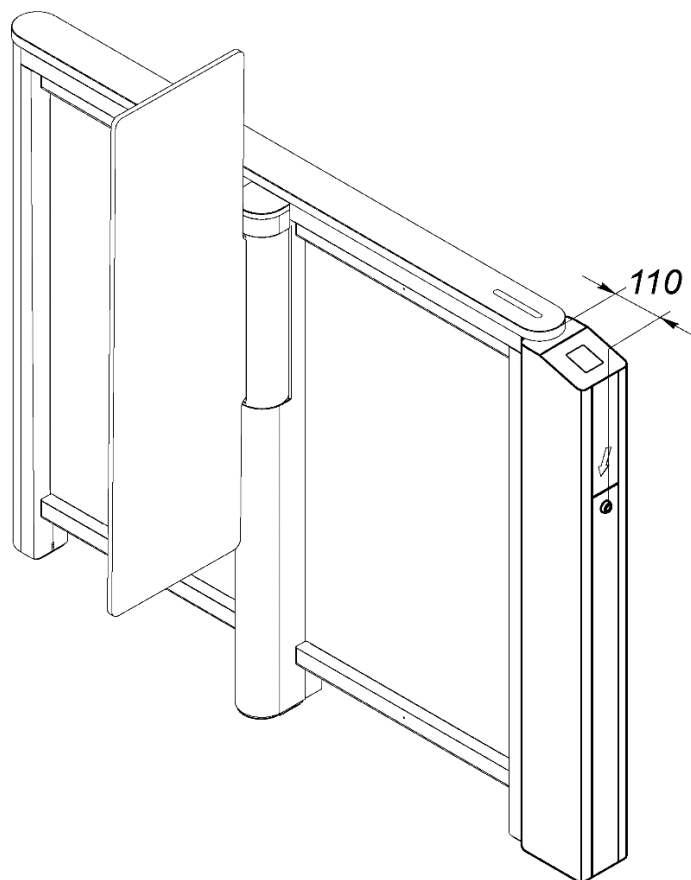
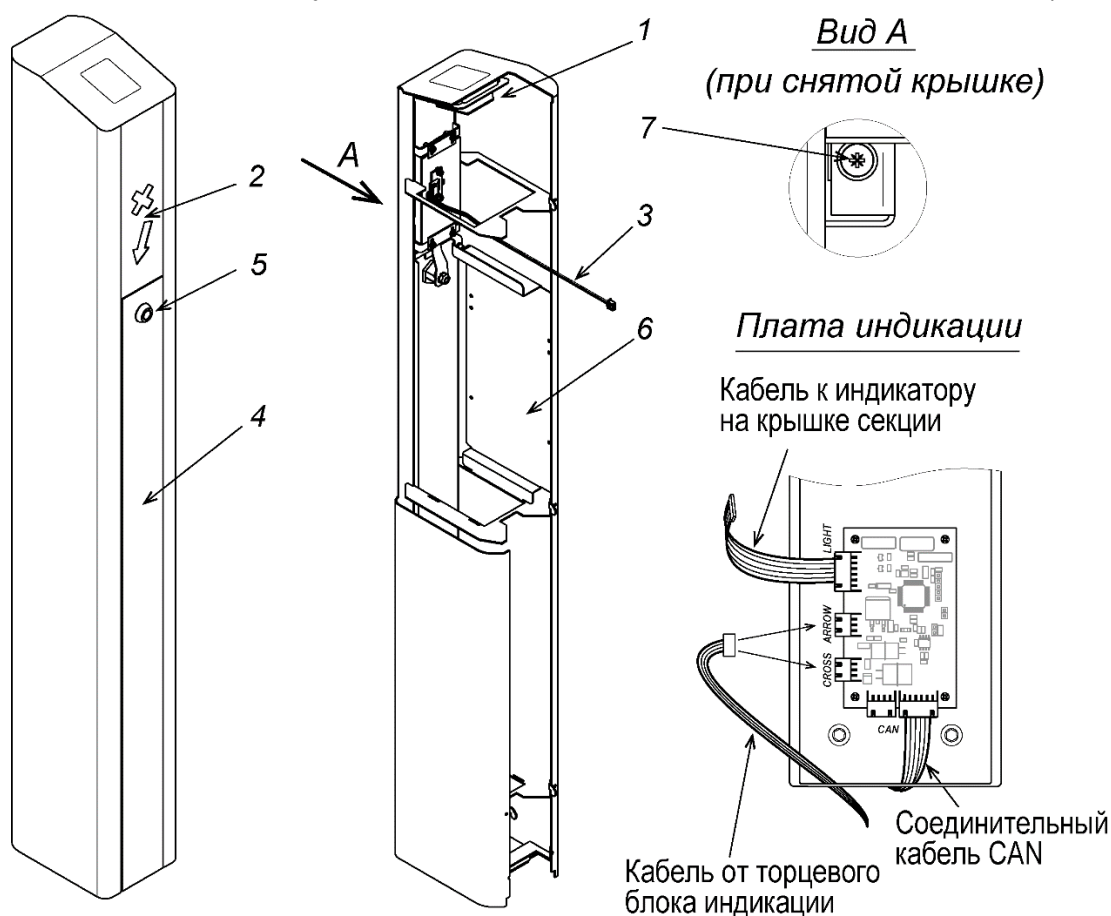

Рисунок 1. Секция PERCo-ST-11 с установленной панелью PERCo-FP-11Q.2
Рисунок 2. Передняя панель PERCo-FP-11Q.2
Порядок монтажа скоростного прохода **PERCo-ST-11** – см. в *Руководстве по эксплуатации PERCo-ST-11*. При этом необходимо учитывать, что общая длина секции скоростного прохода с установленной панелью **PERCo-FP-11Q.2** увеличивается на 110 мм (см. рис. 1).
Панель **PERCo-FP-11Q.2** устанавливается на скоростной проход **PERCo-ST-11** вместо стандартной передней панели секции (см. рис. 1). Устройство панели **PERCo-FP-11Q.2** показано на рис. 2. Далее номера позиций указаны в соответствии с рис. 2.
3. Из передней панели демонтируйте плату индикации, для чего открутите 4 винта, крепящие ее к кронштейну внутри передней панели. Плату индикации зафиксируйте внутри верхнего короба под крышкой секции на 4-х самоклеящихся площадках-фиксаторах из комплекта поставки панели **PERCo-FP-11Q.2**. Подключите соединительный кабель CAN к плате индикации (см. рис. 2).
4. Распакуйте панель **PERCo-FP-11Q.2**. Ключом из комплекта поставки откройте замок (5) передней крышки панели (4) и снимите ее. При необходимости установите контроллер СКУД внутри панели.
7. С помощью кабеля (3) подключите торцевой блок индикации (2) к плате индикации в секции **PERCo-ST-11**. Порядок подключения кабелей к плате индикации показан на рис. 2:
9. Установите на место крышку скоростного прохода, не забудьте подключить кабель индикатора крышки из искусственного камня в разъем LIGHT платы индикации (см. рис. 2).